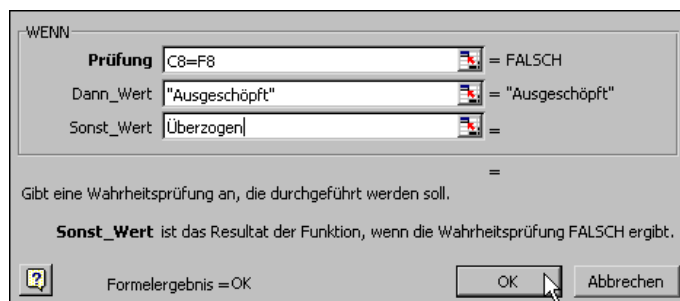

Bild 6: Die Eingabe der zweiten WENN-Funktion.
6. Es öffnet sich eine neue Instanz der *WENN*-Funktion und dort geben Sie – wie in Bild 6 gezeigt – als *Bedingung* $C8=F8$, als *Dann_Wert* das Wort "Ausgeschöpft" und als *Sonst_Wert* das Wort "Überzogen" ein. Schließen Sie mit *OK* ab.